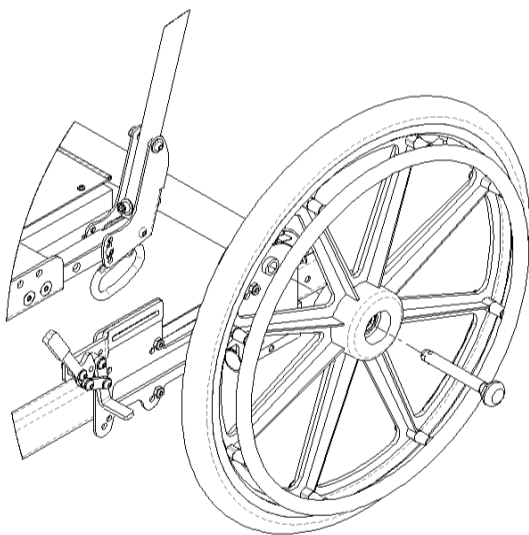

Fig. 15.28 Rimozione delle ruote posteriori fissate con perni ad estrazione rapida
1. Se la carrozzina è dotata di perni fissi, le ruote posteriori possono essere rimosse utilizzando un cacciavite a testa cava da $\frac{3}{4}$ " e una chiave inglese regolabile da $\frac{3}{4}$ " o equivalente (Fig. 15.28). I bulloni dei perni devono essere collocate all'interno del telaio, con i dadi posti all'esterno dei mozzi delle ruote posteriori. Se i bulloni vengono collocati al rovescio, il telaio superiore potrebbe colpire la parte sporgente dei bulloni durante il basculamento. Durante l'assemblaggio, stringere i bulloni dei perni in modo che le ruote posteriori siano ben strette, assicurandosi che riescano comunque a girare liberamente.